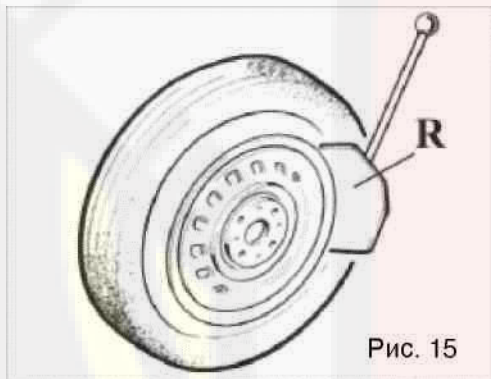

Рис. 15
Расположите колесо вплотную к резиновым упорам с правой стороны корпуса шиномонтажного станка (S). Расположите лопатку отжимного устройства (R) напротив борта шины на расстоянии порядка 1 см от обода (рис.15). Обратите внимание, что лопатка должна взаимодействовать с шиной, а не с ободом.